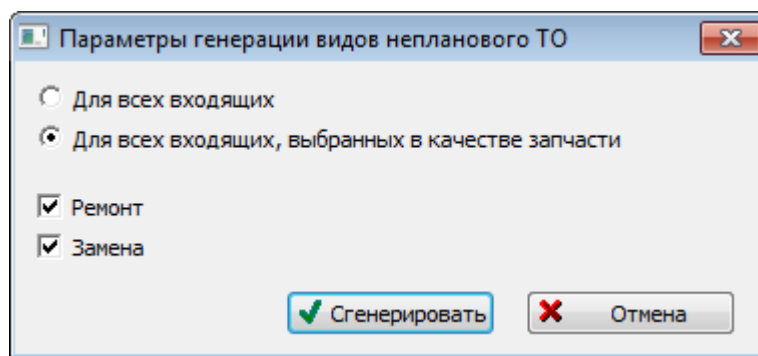

Рис. 17-16 – Диалоговое окно для выбора параметров генерации видов непланового ТО
- 3) В открывшемся диалоговом окне выбрать необходимые значения (рис. 17-16):